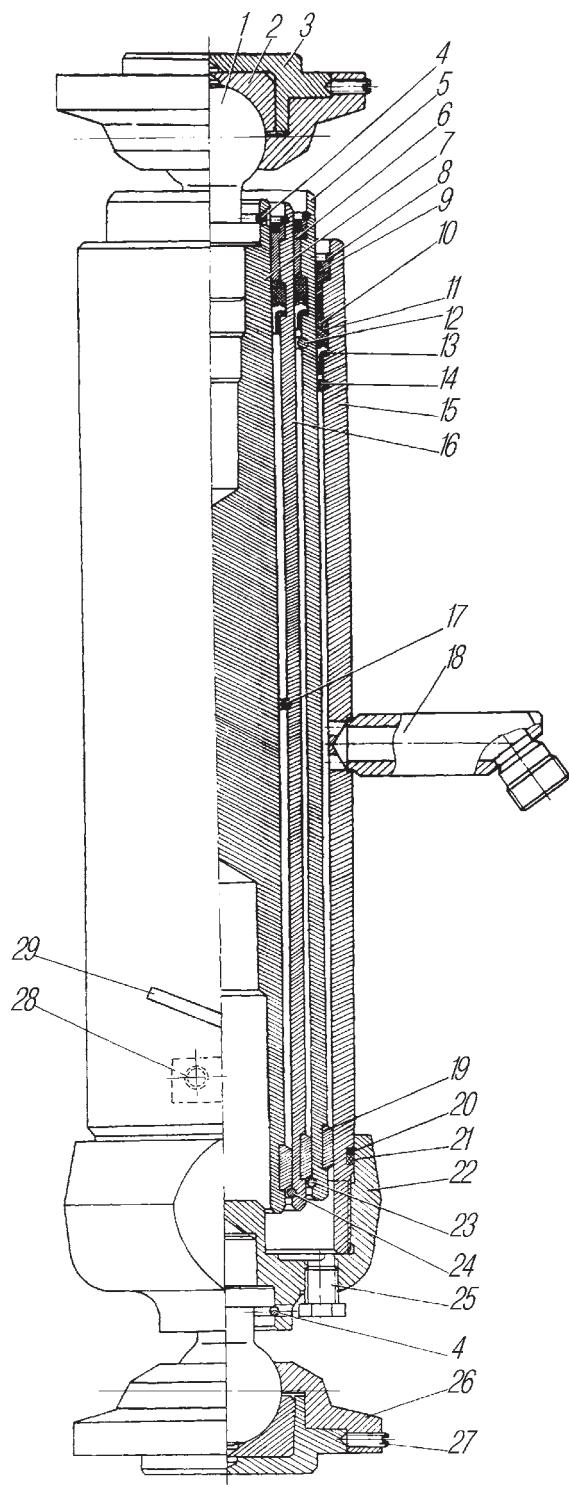

Рис. 117. Гидроцилиндр подъема
**Гидроцилиндр подъема платформы автомобиля Урал-5557-40** — телескопический. В корпусе 15 (рис. 117) гидроцилиндра размещены выдвижные звенья (плунжеры) 5, 7 и 16, ход которых ограничивается при выдвижении упорными кольцами 12, 14, 17, а при движении вниз — упорными кольцами 23 и 24. Направление выдвижных звеньев обеспечивается чугунными направляющими полукольцами 19 и направляющими 6, которые удерживаются стопорными кольцами 8.
При необходимости замены уплотнительных манжет гидроцилиндра подъема платформы необходимо отвернуть пробку 25 (см.рис. 117) в днище цилиндра и слить масло, снять гидроцилиндр с автомобиля, снять верхнюю шаровую опору, вынув стопорящее ее кольцо 4. Отвернуть днище 22 гидроцилиндра и осторожно извлечь из корпуса выдвижные звенья.